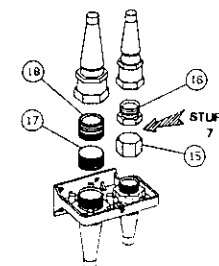

Bild 13
- Halten Sie die Gegen-mutter (14) mit dem Schlüssel No. 2 (20) und öffnen Sie die Mutter (7) mit dem Schlüssel No. 1 (19).
- Schrauben Sie die Mutter (7) langsam ab bis die zwei Teile (7) und (8) auseinander sind.
STUFE 7. Zum Schutz gegen Verschmutzung, schließen Sie die Öffnungen mit den Abdeckkappen (Bild 13); Sperren Sie Mutter (5) mit Pfropfen (16), Mutter (7) mit Pfropfen (18), Teil (6) mit Kappe (15) und Teil (8) mit Kappe (17).
- Vermeiden Sie, daß der Empfänger am Gerät (H) von starkem Licht, Lampen-Dimmern und Sonneneinstrahlung, beeinflusst wird.
□ BEDIENUNG DES GERÄTES (Siehe Bild 13 und 14)